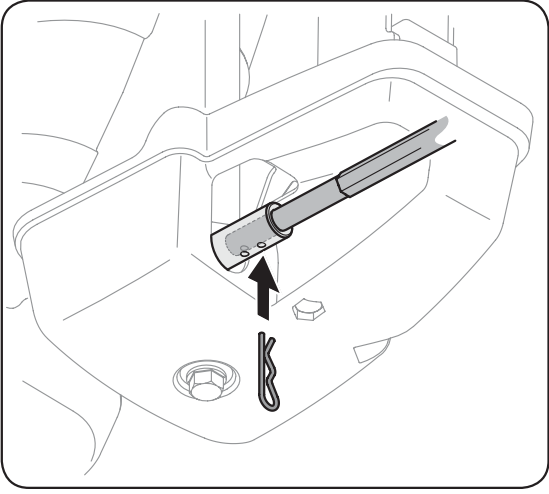

Figure 5-2
2. Retirez la tige de commande de la goulotte jusqu'à ce que le trou dans celle-ci s'aligne avec le deuxième trou dans l'ensemble de commande de la goulotte. Voir la Figure 5-2.
3. Réinsérez la goulotte fendue par ce trou et la tige de commande de la goulotte. Voir la Figure 5-2.